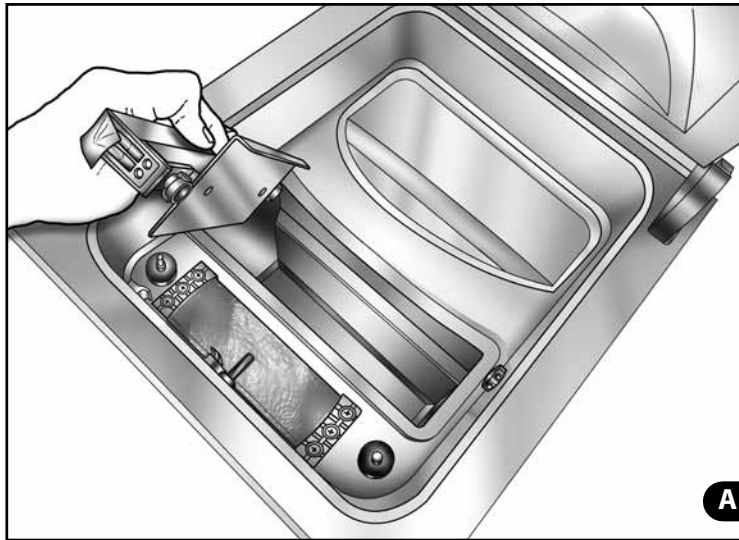

Abb. 2
2) Luftkissen unter dem Schweißbalken herausnehmen und neues einsetzen (Abb. 2).